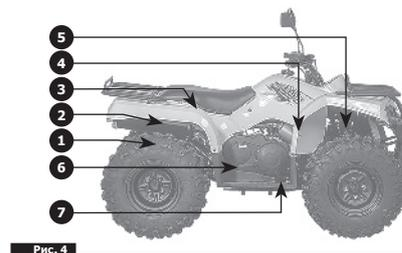

Рис. 4
4.1.1 Вид с левой стороны Рис. 4